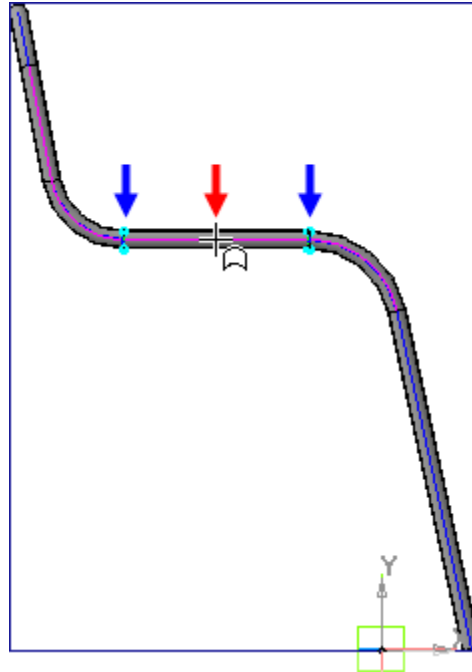

Рисунок 44.
- Спроецируйте в эскиз горизонтальный участок Трубы (красная стрелка). В эскизе будут созданы два коротких вертикальных отрезка — проекции торцевых ребер цилиндрической грани (синие стрелки) (рис.44).